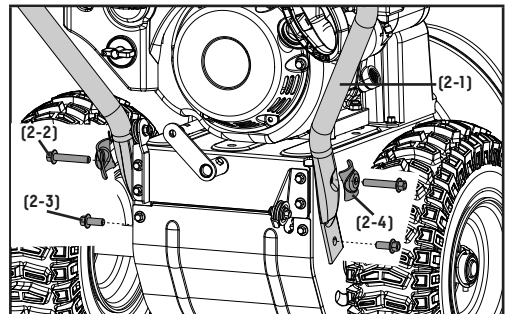
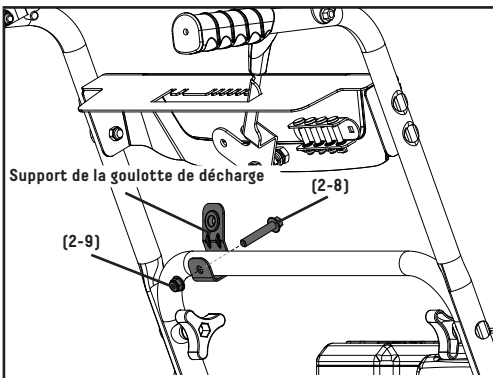

Figure 3
Figure 5
1. Fixez la poignée inférieure (2-1) sur le corps de la machine au moyen des boulons (2-2, 2-3) et des rondelles (2-4) (figure 3). Répétez la procédure de l'autre côté. Voir la figure 5 pour l'orientation du trou de montage du support de la goulotte de décharge.
3. Reliez le guide de la goulotte de décharge à la poignée inférieure au moyen d'un boulon (2-8) et d'un écrou freiné (2-9) (figure 5).